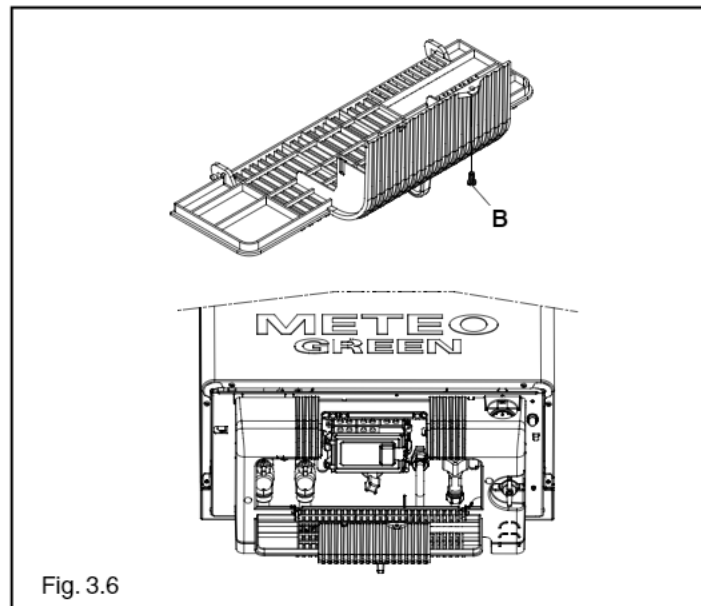

Fig. 3.6
- svitare la vite **B** di fissaggio dello sportello della copertura raccordi (fig. 3.6)